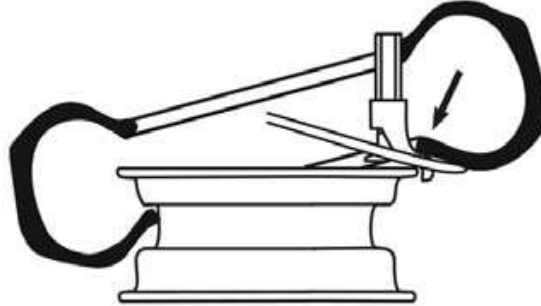

Abb. 36
- Reifen anheben, die Unterkante wie in Abb. 36 zu sehen.
- Pedale (D) drücken, bis die Unterkante des Reifens runtergefallen ist.
- Pedale (A) andrücken, Säule kippen, Reifen abnehmen. Die Demontage ist beendet.